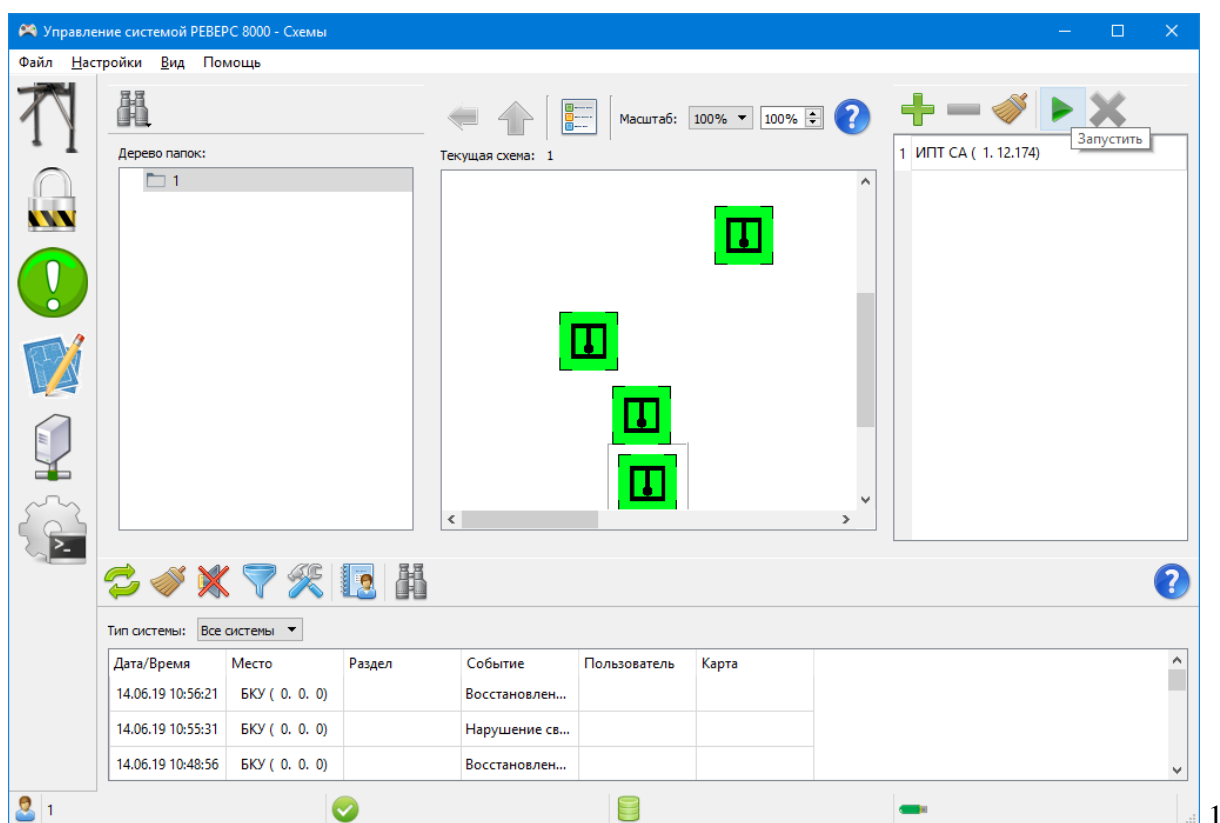

Рисунок 13 – Пример вида экрана с добавлением адреса
- АУ будет добавлен в список запускаемых, далее необходимо нажать на кнопку «Запустить» (см рис. 13);